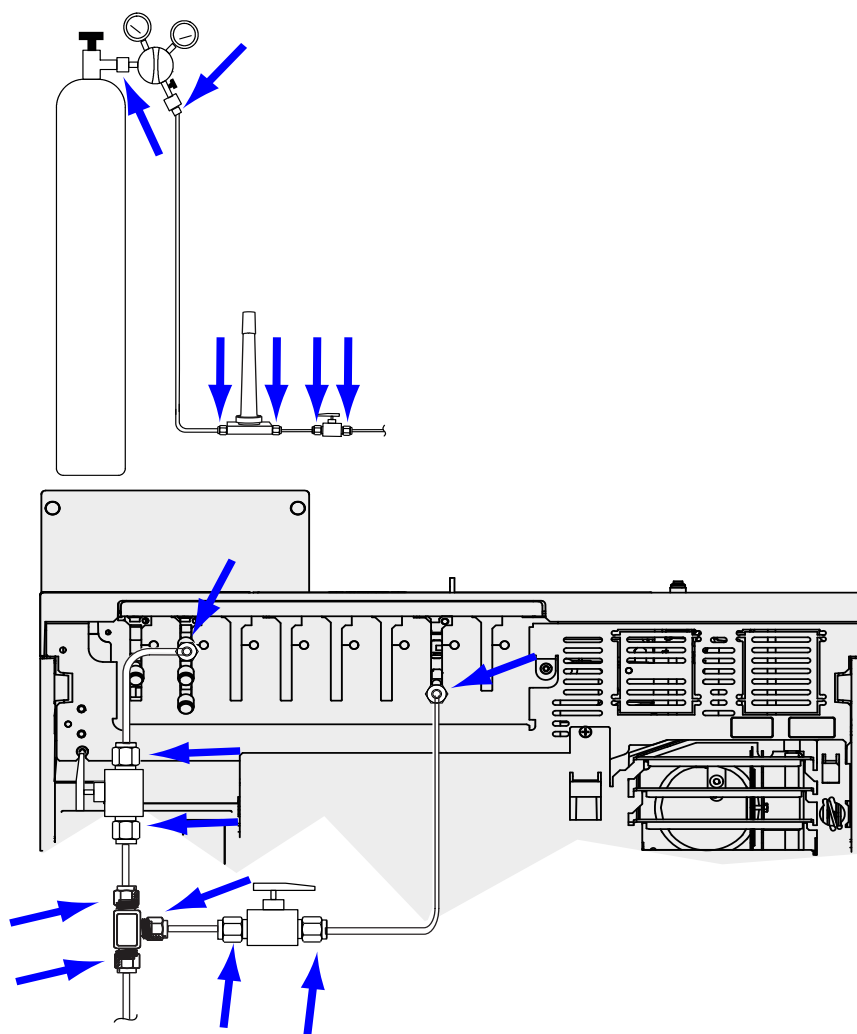

Figure 11. Endroits où chercher des fuites
- 4 Attendez 10 min. Si la baisse de pression est supérieure à 7 kPa (1 psi), il y a une fuite dans les connexions externes. Utilisez le détecteur de fuite pour vérifier l'étanchéité de chaque raccord. Reportez-vous à la **Figure 11**.